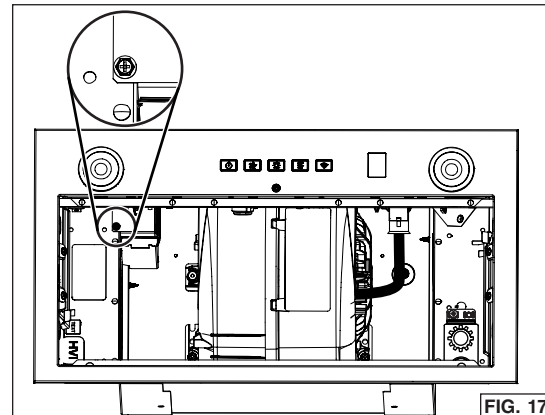

FIG. 17
5. Quitar y desechar el tornillo rodeado en la FIG. 17. NOTA: Este tornillo podría estar presente o no.